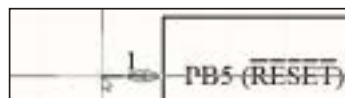

Рис. 23. Перемещение вывода компонента
- Щелкните левой кнопкой мыши по первому выводу и, удерживая кнопку, переместите его в точку с координатой 0,0 (рис. 23). Начало координат расположено в центре окна в виде большого перекрестия.